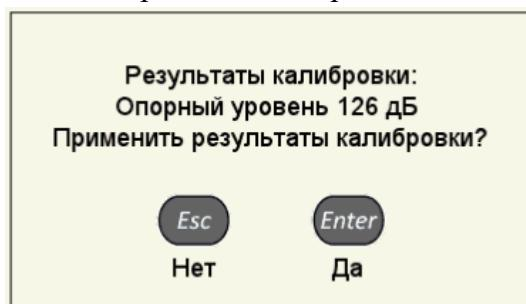

Рисунок 57
– нажать клавишу **Enter**. Откроется подтверждающее окно (рисунок 57).